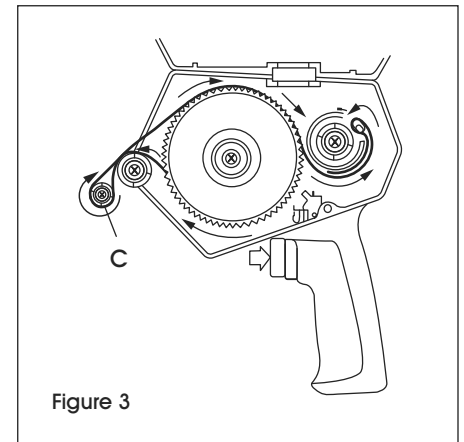

Figure 3
3. Pressez et maintenez enfoncée la détente au moment d'enfiler l'amorce de bande/doublure comme illustré. Étirez l'amorce jusqu'à atteindre le point (C). (Voir Figure 3)